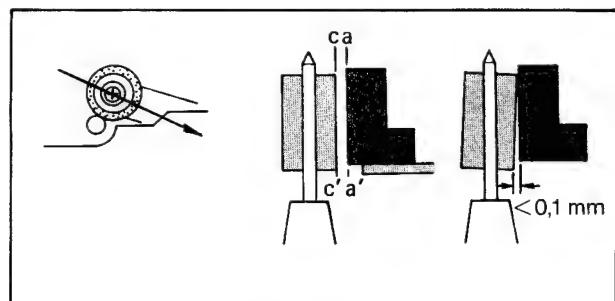

Bild 2-21
2. Ohne Band in Wiedergabe-Stellung schalten. Mit der Höhenlehre die Senkrechtheinstellung der Andruckrolle überprüfen (Bild 2-21).